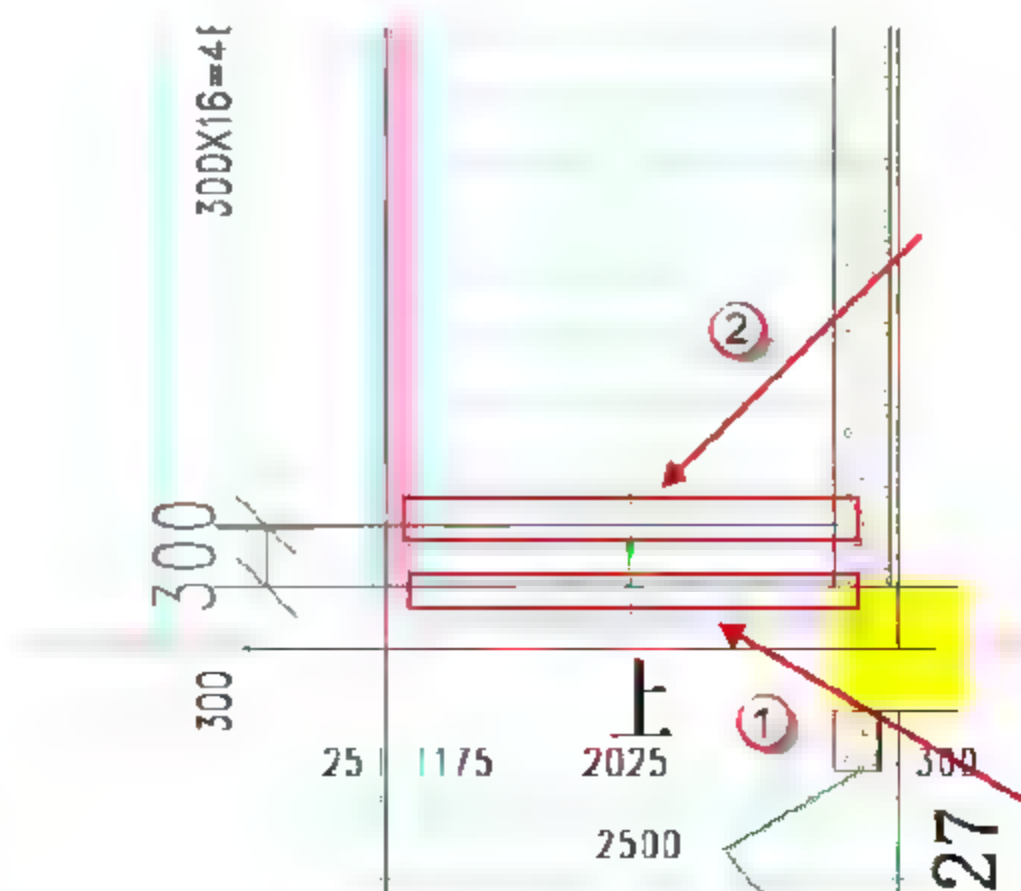

图 10.5.26 测量楼梯踏步尺寸
(4) 测量踏板深度尺寸。按快捷键 **D+I** 测量楼梯实际踏板深度，测得踏板深度为“300mm”，测量完成后按 **Esc** 键完成操作，如图 10.5.26 所示。